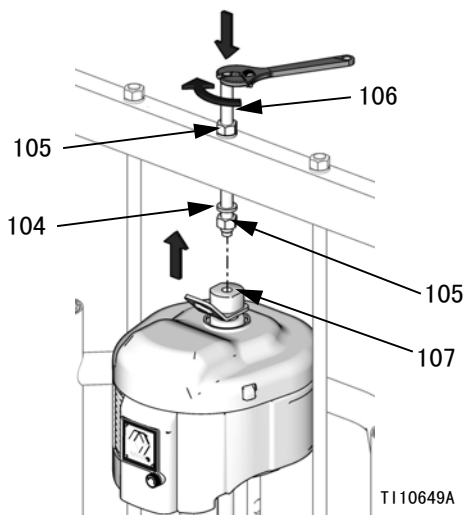

图 30
- b. 安装螺杆 (106), 将其穿过横杠中心孔。在横杠上下, 将锁紧垫圈 (104) 和螺母 (105) 安装到螺杆 (106) 上。用一把扳手夹住吊环转换接头 (107), 并用另一把扳手将螺杆 (106) 拧入吊环转换接头 (107)。参见图 30。
- c. 用最大 25 英尺磅 (34 牛·米) 的扭力拧紧横杠下方的螺母 (105)。
- d. 拧紧横杠上方的螺母 (105) 让马达锁紧就位。